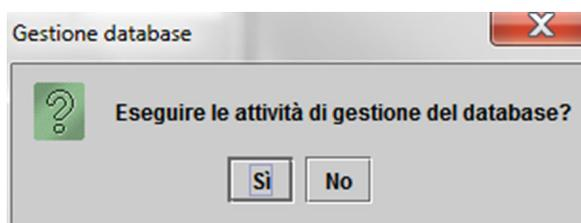
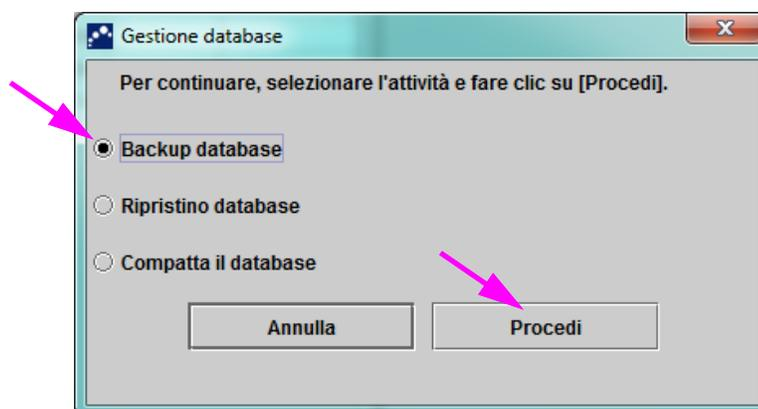

Figura 5-8. Finestra di dialogo Gestione database
Figura 5-9. Finestra di dialogo Gestione database
1. Se la casella **Promemoria per la gestione del database** nella finestra di dialogo Configurazione del sistema (vedere la Figura 2-77) **non** è selezionata, la finestra di dialogo Gestione database (vedere la Figura 5-8) non viene visualizzata e non viene richiesta alcuna azione riguardante il database. Il software continuerà a caricare ed è possibile passare alla Sezione 5.2.3.2 per proseguire con la sequenza di avvio.
2. Se la casella **Promemoria per la gestione del database** nella finestra di dialogo Configurazione del sistema (vedere la Figura 2-77) è selezionata, la finestra di dialogo Gestione database (vedere la Figura 5-8) viene visualizzata nella parte superiore della finestra sistema GeneXpert Dx con la richiesta se si desidera eseguire le attività di gestione del database.
- A. Facendo clic su **No** nella finestra di dialogo Gestione database (vedere la Figura 5-8), il software del GeneXpert Dx continua a caricare ed è possibile passare alle attività indicate nella Sezione 5.2.3.2.
- B. Fare clic su **Si** nella finestra di dialogo Gestione database (vedere la Figura 5-8) e verrà chiesto di selezionare l'attività da eseguire (vedere la Figura 5-9).
A seconda dei privilegi dell'utente, potranno essere visibili tutte o alcune delle quattro opzioni nella finestra di dialogo Gestione database. Vedere la Figura 5-9.
4. Fare clic sul pulsante **Procedi** (vedere la Figura 5-9) per iniziare a eseguire l'attività di gestione del database desiderata.